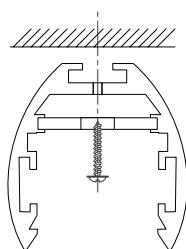

Рис. 2. Установка шинопровода на поверхность
- 3.1. Закрепите шинопровод винтами из комплекта поставки на поверхности (Рис. 2). Для этого в шинопроводе имеются отверстия.